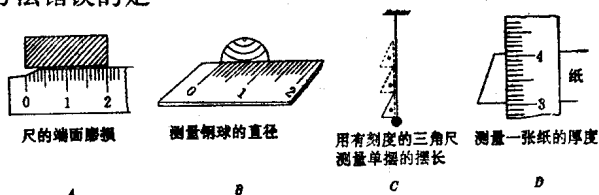

图 1-6
2. 图 1-6 所示的几种用刻度尺测量物体长度的方法中，测量方法错误的是